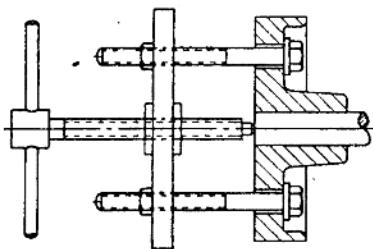

图 3-4-1 联轴器的拆卸
(1) 拆卸联轴器时，不要用大锤猛打，否则不仅可能损坏对轮，而且容易使轴弯曲。如用图 3-4-1 所示的专门工具来拆卸，非常方便可靠。这种工具可以应用于一定大小范围内的联轴器拆卸工作，因为穿入联轴器螺栓孔的螺栓，可以沿导轨移动。